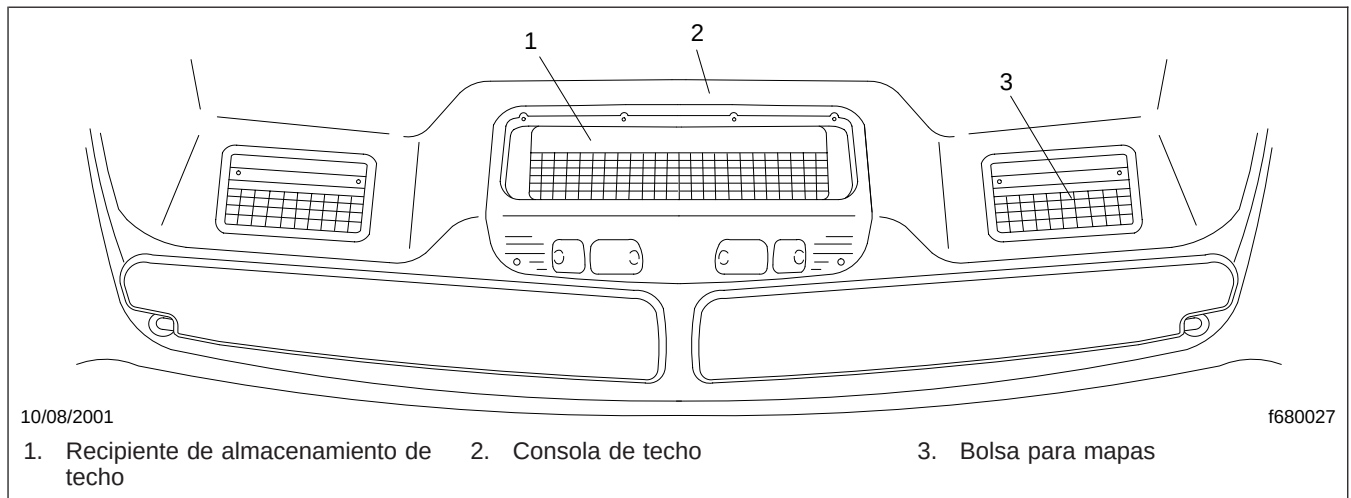

Figura 5.20, Área de almacenamiento de techo
La mayoría de los vehículos equipados con una consola de techo tienen un recipiente de almacenaje situado en la consola de techo. Vea la Figura 5.20. El recipiente de almacenamiento de techo se retira a menudo para poner en su lugar la radio de banda ciudadana (CB).